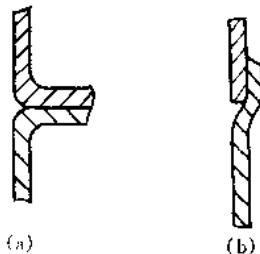
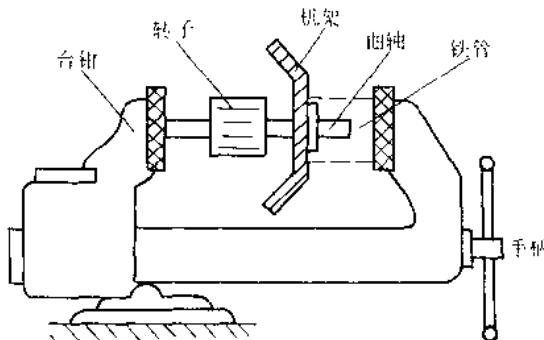

图1 压缩机外壳连接形状
图 2 曲轴拆卸方法
- (1) 将压缩机倒置，从低压吸气管端将机壳内的润滑油倒出，用量杯记下润滑油数量，作为加注时参考(一般压缩机加注油量为420~450ml)。
- (2) 将压缩机夹在台钳上，沿焊缝处转圈锯开。可事先用锉刀将焊缝处锉平，看一下是什么式样的连接方式。尽量靠近焊缝处为宜。一般接口方式如图1所示。国产机型一般为图1(a)形式，进口机型大都是图1(b)形式。
- (6) 用钳子将避震弹簧松开，从挂钩上脱下。压缩机避震弹簧有两种形式，一种是弹簧悬挂式和压在弹簧上端形式，另一种将弹簧螺旋在机体上，然后将压缩机平放在支架上。
- (7) 拆去固定高压缓冲管的螺丝与卡子，并将缸盖四个螺栓松掉，使缓冲管与压缩机分离，轻轻地将避震管弯向机壳一边，再将电机引线插头从压缩机内壁拔下，此时可以完全取出机芯。
- (8) 拆除各部件应牢记各部位组合，应作好记号，同时将机壳方向与压盖方向作好一致记号，不能忽视。
- (9) 用薄刀片将阀座、阀片、耐压纸垫取下，转动一下电机转子，是否有受阻现象。
- (10) 拆除固定电机的四个螺栓，记住电机出线方向取下定子铁心。如果电机须重绕绕组，另行处理。
- (11) 拆下固定汽缸体的四个螺栓，汽缸体可取下。应注意活塞安装方向与滑块安装方向，不得弄错。
- (12) 拆曲轴方法如图2所示，先用小锤将曲轴下端吸油嘴轻轻敲下，把曲轴夹在台钳上。在曲柄端套上一根合适的铁管，包括偏心平衡块含入，夹紧并转动台钳手柄，顶下转子，(应注意先用尺量一下转子与轴伸端的尺寸，该尺寸在安装时参考)，即可把转子、曲轴、机架完全拆开。